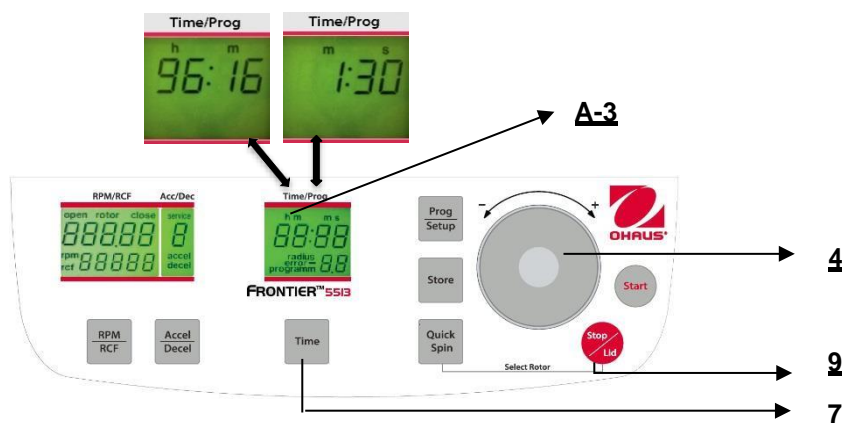

Abbildung. 14
Die Betriebszeit kann vorab ausgewählt werden, während der Deckel offen oder geschlossen ist. Um die Einstellung der Betriebszeit einzustellen, drücken Sie die Taste **"Time"** (7). Auf der Anzeige **"Time/Prog"** (A-3) blinkt die Anzeige **"m : s"** oder **"h : m"**, je nach vorheriger Einstellung. Um den gewünschten Wert einzustellen, benutzen Sie den Anpass Wählscheibe (4). Nachdem 59 min 50 sec überschritten werden, wechselt die Anzeige automatisch auf **"h : m"**. Nachdem 99 Stunden 59 min überschritten werden, erscheint das Wort **"cont"** in der Anzeige **"Time/Prog"** (A-3). Dieser dauerhafte Betrieb kann nur durch Drücken der Taste **"Stop/Lid"** (9) unterbrochen werden. Der Countdown beginnt sobald die eingestellte Geschwindigkeit erreicht ist. Die Anzeige zeigt immer die verbliebene Zeit. (Siehe Abbildung 14)